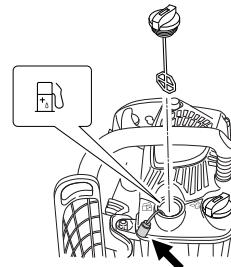

Fig. 37
**Nettoyage du filtre à carburant (Fig. 37)**